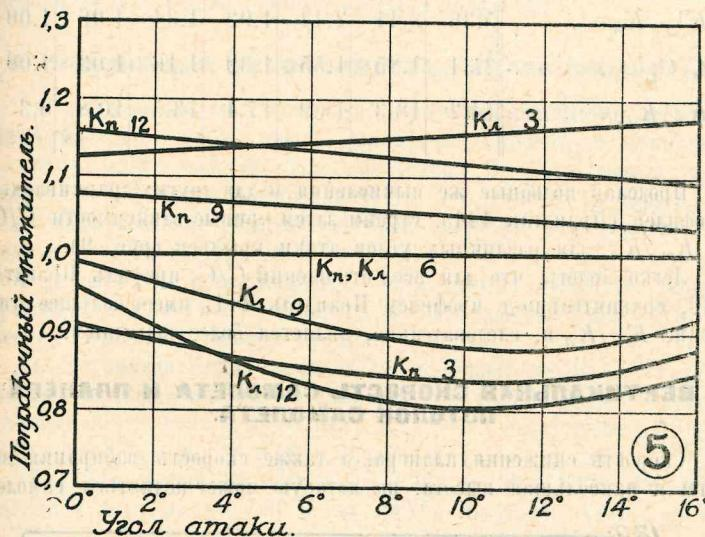

Рис. 5. Поправки для K_n и K_d в зависимости от отношения размаха крыла к его хорде.
На рис. 5 показан ряд кривых, соответствующих **удлинениям** крыла 3, 6, 9 и 12, которые позволяют определять поправочные множители для K_n и K_d , при различных углах атаки²⁾. Эти поправки приводят модель крыла к нормальному удлинению 6, для которого поправочные множители равны 1.
¹⁾ См. также профиль Эйфель 383, представленный на рис. 5 в статье "Аэродинамика планера и самолета", помещенной в № 11 (13) журнала "Самолет".